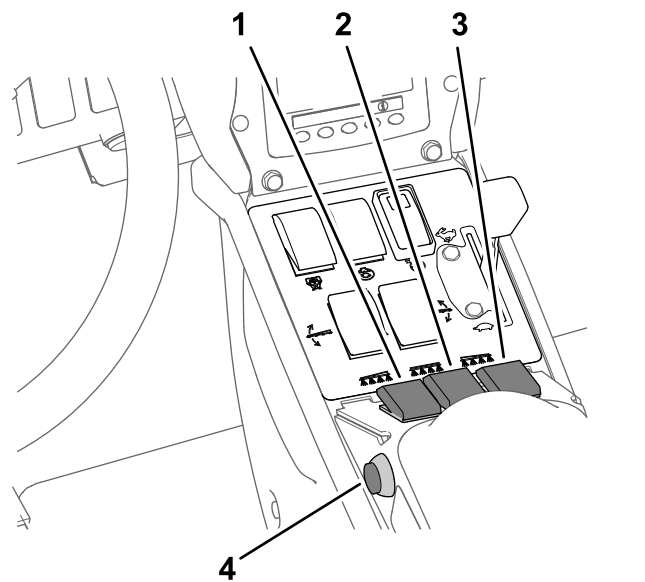

Figure 30
7. Placez le(s) interrupteur(s) de section de pulvérisation en position ACTIVÉE (Figure 30).
10. Conduisez à la vitesse voulue puis réglez la commande générale des sections à la position ACTIVÉE pour commencer la pulvérisation (Figure 30).
3. Placez la commande générale des sections à la position DÉACTIVÉE ; voir Figure 30 sous Pulvérisation en mode débit d'application \(page 36\).
7. Placez les interrupteurs des sections individuelles en position ACTIVÉE ; voir Figure 30 sous Pulvérisation en mode débit d'application \(page 36\).
9. Conduisez à la vitesse voulue puis réglez la commande générale à la position ACTIVÉE pour commencer la pulvérisation ; voir Figure 30 sous Pulvérisation en mode débit d'application (page 36).